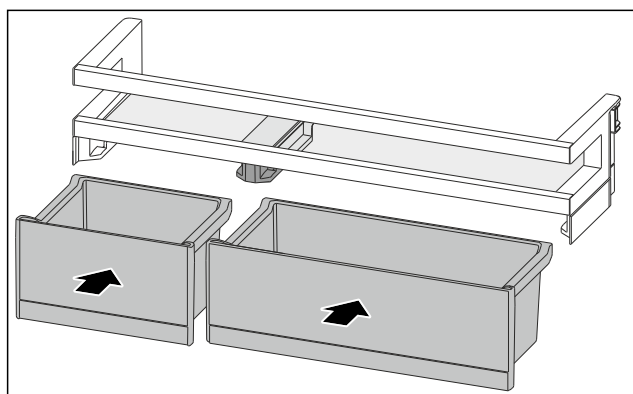

Fig. 123
- ▶ Inserire i VarioBox in posizione scambiata. (vedere Fig. 123)